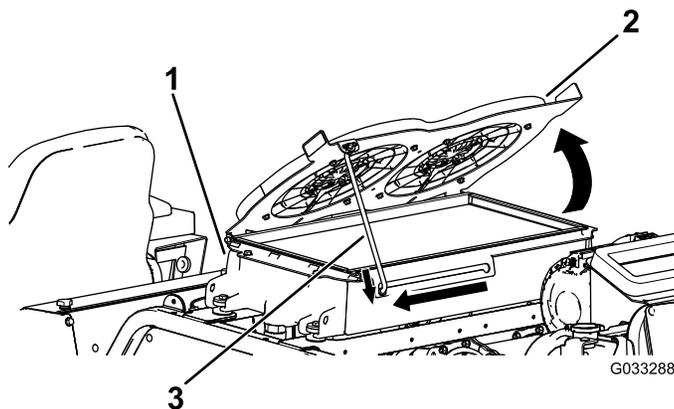

図 122
2. 油圧オイルクーラを上へ倒して支え棒で支える (**図 122**)。